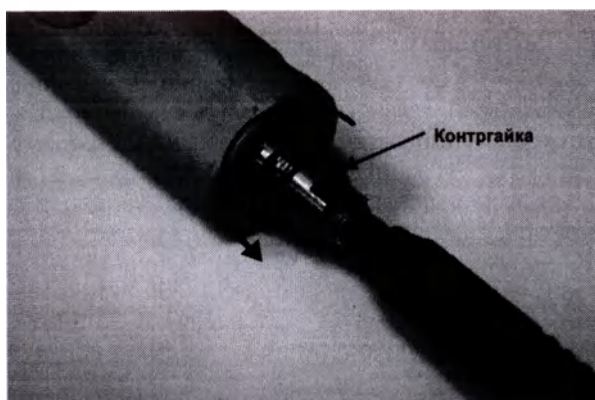

Рис. 4.7: Контргайка закручена против часовой стрелки.
- Затем поверните контргайку против часовой стрелки по направлению к гайке оптоволоконного разъема SMA 905, чтобы зафиксировать ее на месте. Таким образом, волокно будет защищено от разматывания при движении манипулы (см. рис. 4.1 и рис. 4.7).